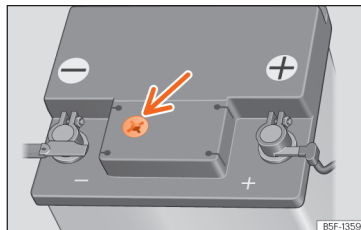

Fig. 187 Janela de inspeção na parte superior da bateria de 12 volts (representação esquemática).
- Verifique o indicador de cor na janela de inspeção, na parte superior da bateria »» » **Fig. 187**.